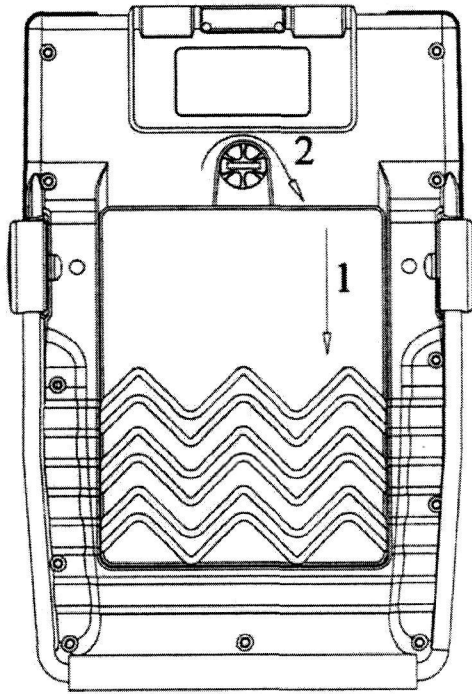

Рис. 5-1 Установка аккумулятора
- 1) Подключите нижнюю часть аккумулятора к входам на устройстве (см. #1 на рис. 5-1).
- 2) После подключения прижмите аккумулятор к задней крышке прибора и зафиксируйте с помощью зажимного винта (см. #2 на рис. 5-1).